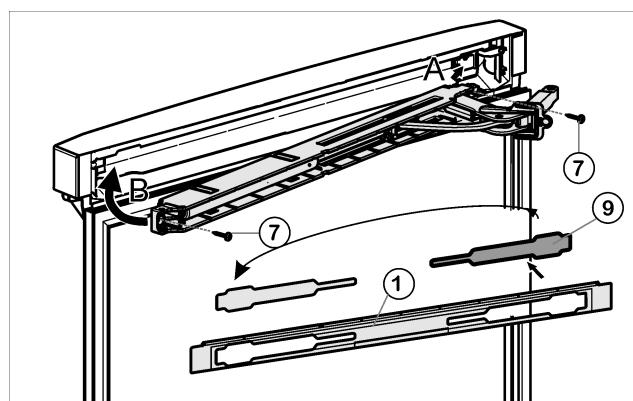

Fig. 17
- Suelte la cubierta Fig. 17 (9) del panel Fig. 17 (1) y vuélvala a colocar en el otro lado.
- Enganche (A) la unidad de amortiguador de cierre superior con la articulación en el lado de la bisagra y gírela hacia dentro (B).
- Atornille la unidad de amortiguador de cierre (2 Torx® 15) Fig. 17 (7).